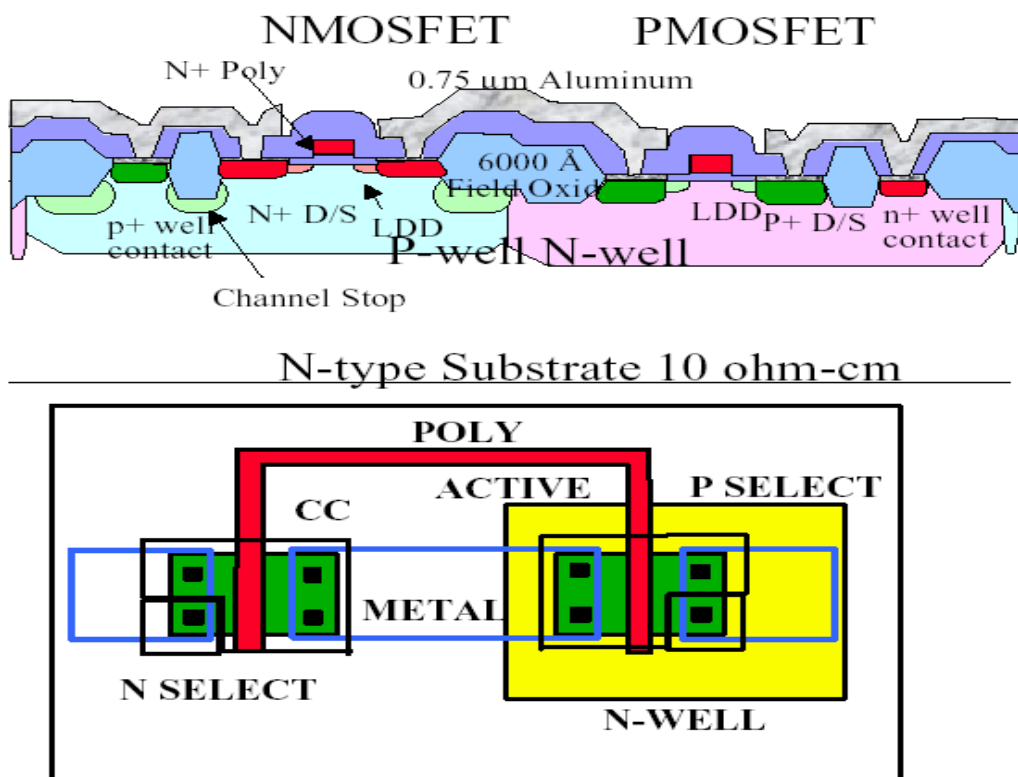

Figura 2. Corte transversal e *layout*
2. Desenhe o corte lateral e o *layout*, com as camadas descritas acima, de um inversor CMOS. Os desenhos devem ser semelhantes ao ilustrado na figura 2 (esta figura é de uma das tecnologias apresentadas em aula).